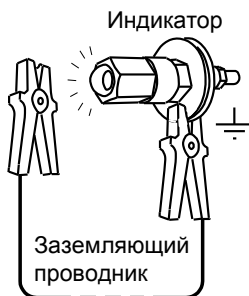

Рисунок 4
2.2.1 Конструктивно устройство УЗА-3В состоит из индикатора и заземляющего проводника (рисунок 4).